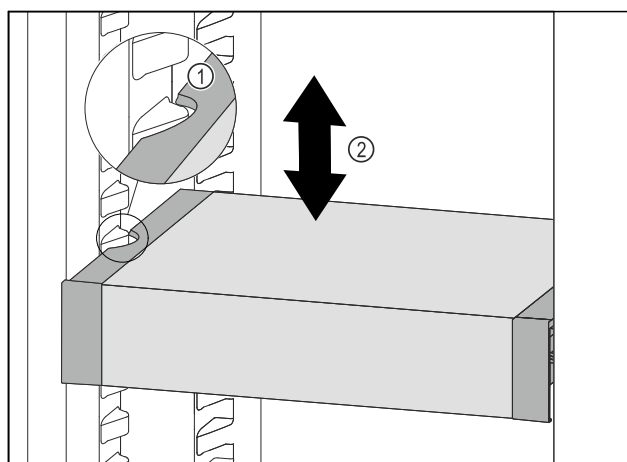

Fig. 73
- Táhněte VarioSafe dopředu, dokud nebudou boční vybrání VarioSafe na úrovni žebrování na nádoby v chladniče. Fig. 73 (1)
- Posouvejte VarioSafe v chladniče nahoru nebo dolů, dokud nedosáhnete požadované výšky. Fig. 73 (2)